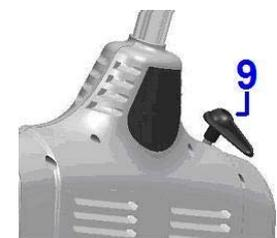

Fig.8
4.6- Réglage de la direction de projection (Fig. 8 & 9)